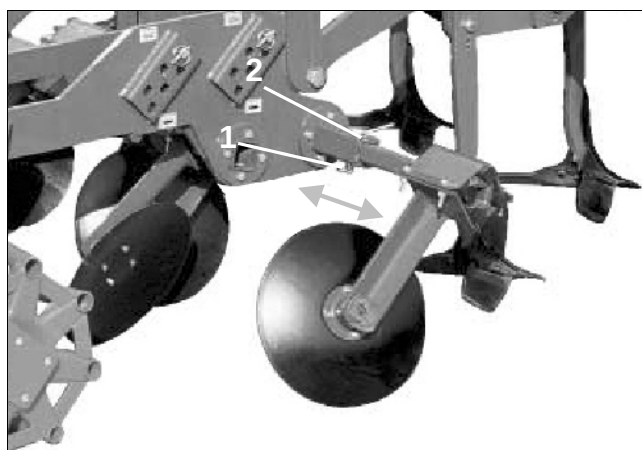

Fig. 10
- Demontera fjädersprinten (Fig. 10/1).
- Dra ut sprinten (Fig. 10/2).